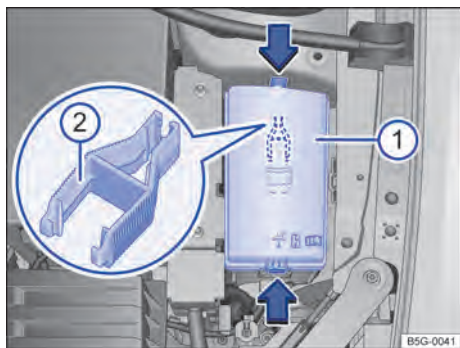

Fig. 180 En el compartimiento del motor: cubierta ① de la caja de fusibles con pinza de plástico ②.
- Presionar las trabas en el sentido de la flecha → fig. 180 ①, para desbloquear la cubierta de la caja de fusibles.
En el lado interno de la cubierta de la caja de fusibles en el compartimiento del motor puede haber una pinza de plástico → fig. 180 ② para retirar los fusibles.